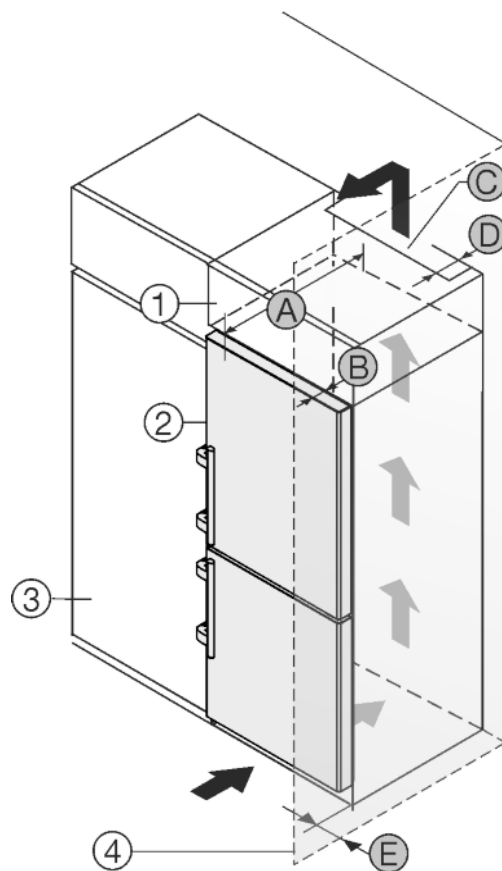

Fig. 51
Устройство может быть окружено кухонными шкафами. Чтобы уравнять устройство *Fig. 51 (2)* по высоте с кухонной стенкой, можно установить над устройством дополнительный шкафчик *Fig. 51 (1)*.
Установить устройство можно непосредственно рядом с кухонным шкафом *Fig. 51 (3)*. Чтобы можно было полностью открыть двери, устройство должно выступать на глубину *Fig. 51 (B)* относительно передней стенки кухонного шкафа. В зависимости от глубины кухонных шкафов и использования пристенных распорок устройство может выступать и больше.
- На задней стенке дополнительного шкафчика должен быть вентиляционный канал с глубиной *Fig. 51 (D)* по всей ширине этого шкафа.
- Нужно соблюдать вентиляционное отверстие *Fig. 51 (C)* под нижней панелью.
Если устройство установлено на шарнирах у стены *Fig. 51 (4)*, то нужно соблюдать расстояние *Fig. 51 (E)* между устройством и стеной. Настолько выступает ручка при открытой дверице.